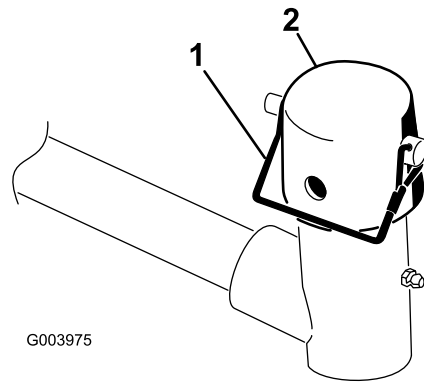

图 9
9. 从提升臂轴轭上拆下锁扣销和中心盖 (图 9)。
注意 如果需要可偏转的滚刀组可使用槽如果需要滚刀组锁定到位可使用孔 (图 9)。